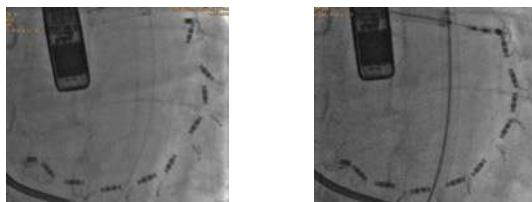

Рисунок 15. Состояние имплантата на исходном уровне (слева) и после устранения в нем провисания (справа)
8. Поворачивайте катушку для стягивания троса по часовой стрелке, чтобы устраниТЬ его провисание. Натяжение троса можно определить по выравниванию ползунков и уменьшению зазоров между ползунками и анкерными фиксаторами. См. **рисунок 15**.